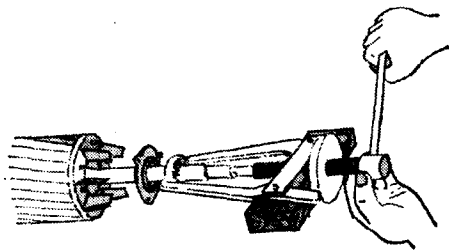

图 1-13 用拉马拆卸轴承
(1) 利用拉具拆卸 这同拆卸皮带轮的方法是一样的,如图 1-13 所示。只是除了丝杠要顶正等注意事项外,还要注意使拉马的拆钩扣住轴承内圈,否则会拉坏轴承。